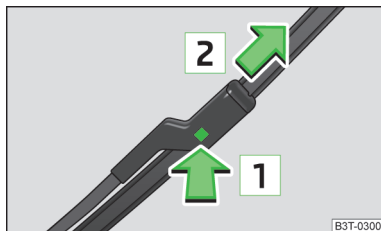

Fig. 197
- Maintenez le bras d'essuie-glace par sa partie supérieure et appuyez sur le point d'arrêt **[1]** » fig. 197.